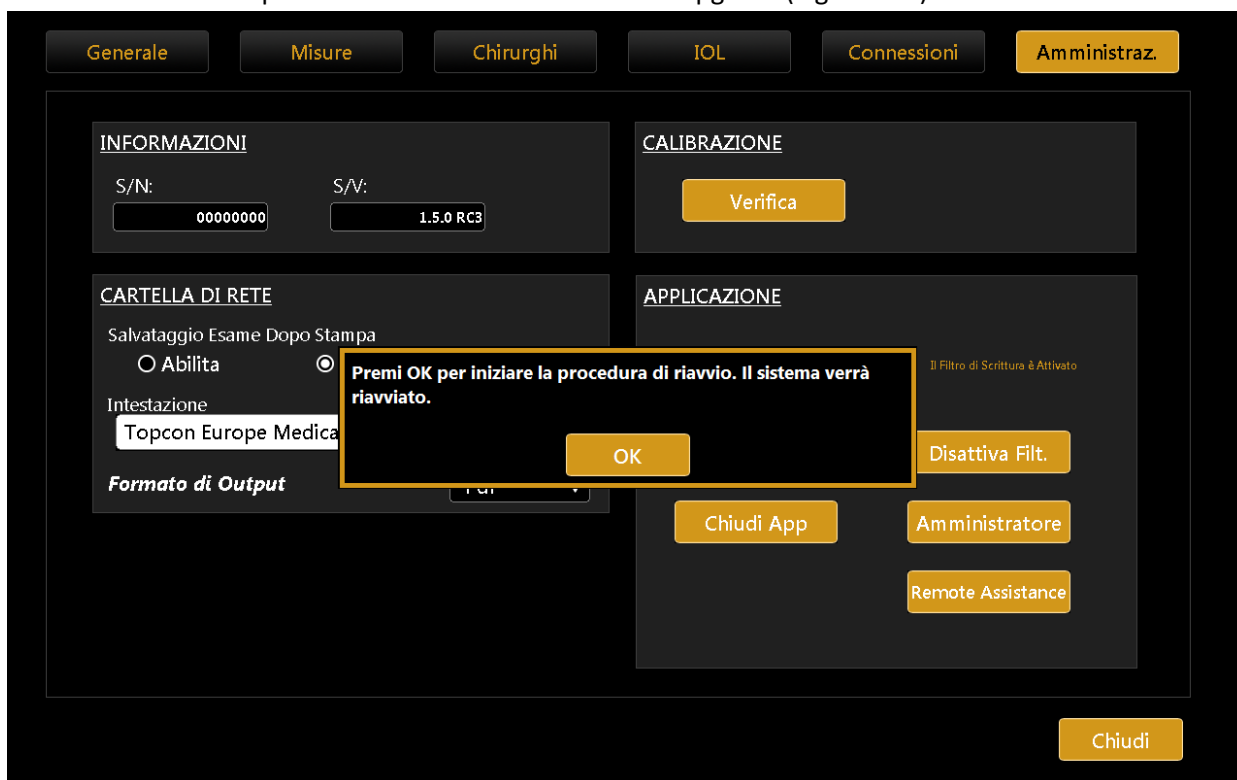

Figura 100
8. Premere "OK" per riavviare il sistema ed avviare l'upgrade (Figura 100).